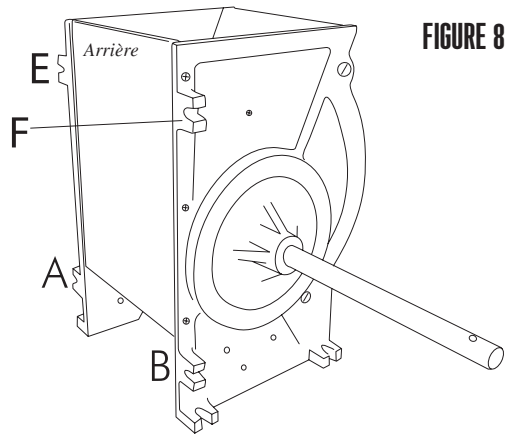

FIGURE 8
2. Aligner les trous A, B, E et F du panneau de montage aux pieds A, B, E et F (FIGURES 8 ET 9). Le côté du panneau de montage avec trous étagés devrait vous faire face.